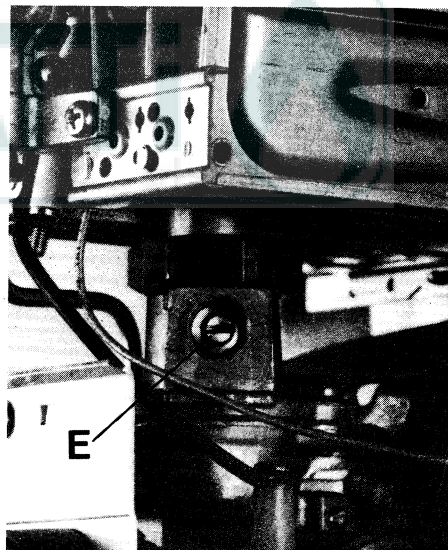

Fig. 7
1.3 Togliere il cappuccio di chiusura della vite di regolazione E (fig. 7) e regolare la pressione secondo i valori descritti (tabella pag. 12).
1.11 Rimettere il cappuccio sulla vite di regolazione E (fig. 7) e piombarlo.
2.2 Togliere il cappuccio della vite di regolazione E (fig. 7). Agendo sulla vite E, controllare il contatore del gas, regolare la portata gas secondo i valori riportati a pag. 12.